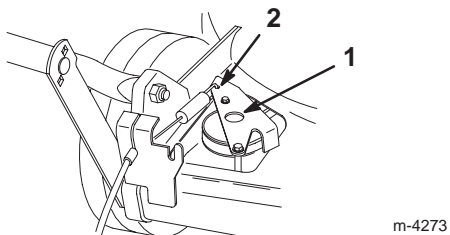

Figure 23
4. Appuyez sur la patte du câble d'autotraction jusqu'à ce qu'elle touche la tondeuse, puis maintenez-la en place (Fig. 23).